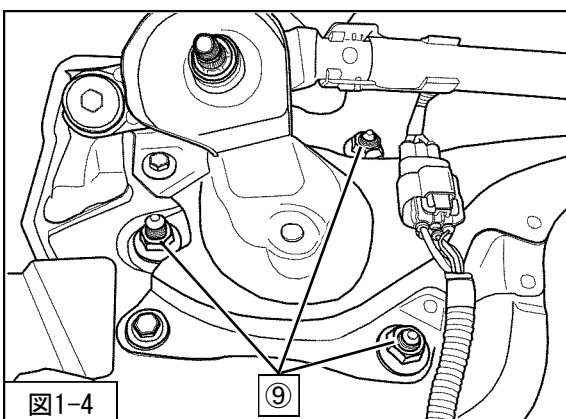

図1-4
8. ⑨フロントサスペンションASSYアッパー取付ナットを取外してください。(図1-4)